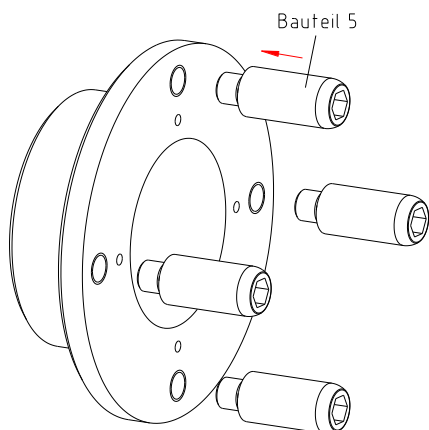

Bild 29: Montage der Steckbolzen
- Schrauben Sie die Steckbolzen (Bauteil 5) bzw. die Steckhülsen (Bauteil 5.1) mit den Zylinderschrauben (Bauteil 5.2) in die Nabe axial (Bauteil 3) oder an den Flansch (Bauteil 4) bzw. an dem kundenseitigen Anbauteil ein (siehe Bild 29 und 30). Dabei den Steckbolzen gegen Lösen mittels Kleber sichern (z. B. Loctite mittelfest).